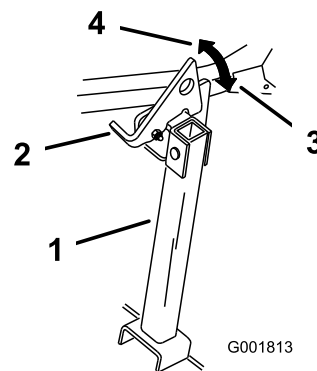

Figura 35
- Levante el enganche a la posición desbloqueada (Figura 35).